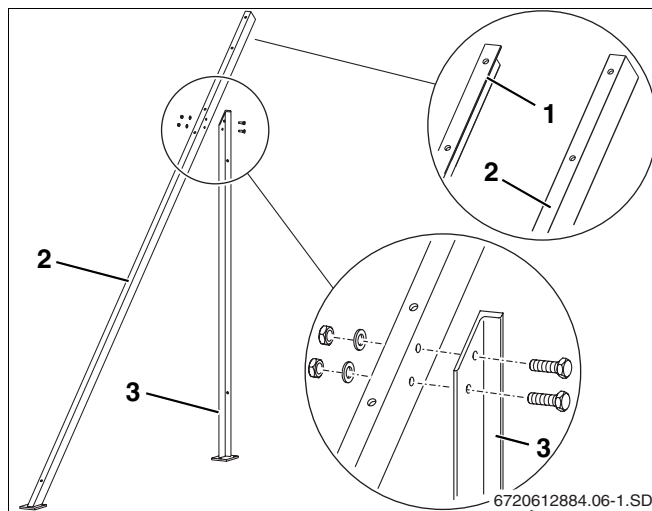

Fig. 5 Montaje de los apoyos (derechos)
- ▶ Monte previamente el apoyo largo derecho a 45° (fig. 5, **pos. 2**) y el apoyo corto vertical derecho (fig. 5, **pos. 3**) mediante tornillos M8 x 20, tuercas y arandelas. Utilice para ello dos llaves del 13.